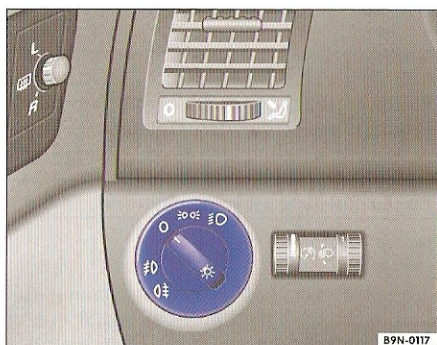

Fig. 26 Tabloul de bord: Întrerupătorul pentru lumini, farurile de ceață și lampa de ceață spate
- Rotiți întrerupătorul ⇒ fig. 26 în poziția 0 ⇒ .